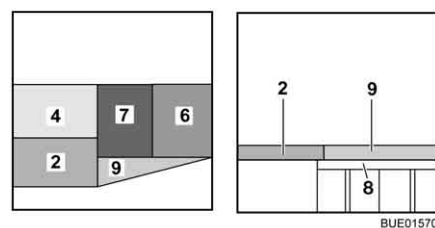

Bild 155 Nach dem Umbau
- Das Sitzpolster (Bild 155,7) in die Mitte legen.
- Das Rückenpolster (Bild 155,6) zwischen das Sitzpolster (Bild 155,7) und die Wand legen.
- Das Zusatzpolster (Bild 155,9) auf die Bettverbreiterung legen.